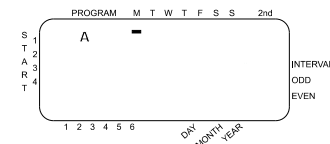

Ilustración 6: Duración de la estación para el programa A
- Haga girar el dial a Días de la semana en el programa A. La pantalla mostrará una "A" y el cursor parpadeará debajo de los días de la semana M, T, W, T, F, S, S (lunes, martes, etc.) [Vea la ilustración 6].